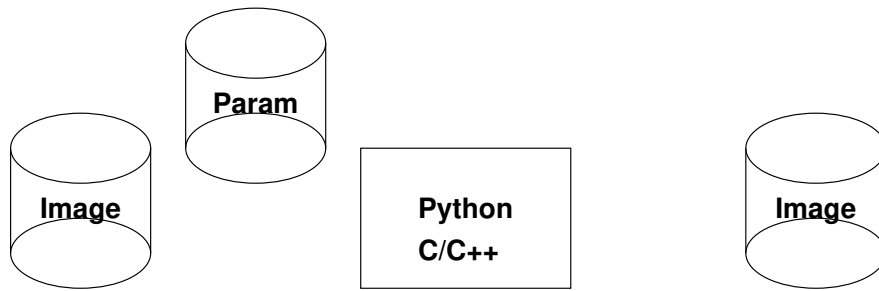

FIGURE 2.1 – Etape 1 : référence algorithmique
- **Référence algorithmique**, figure 2.1